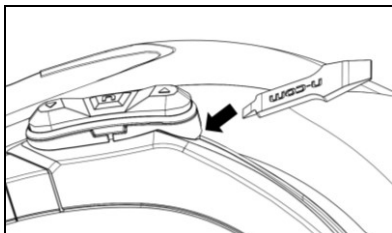

Fig. 26
- Rimuovere la tastiera dalla calotta, facendo leva come indicato in Fig. 26.